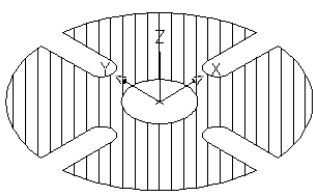

图 13-51 填充图案
- 07 使用【图案填充】命令，将剖切截面进行图案填充，填充的图案类型为“ANSI31”，比例为 0.5，结果如图 13-51 所示。